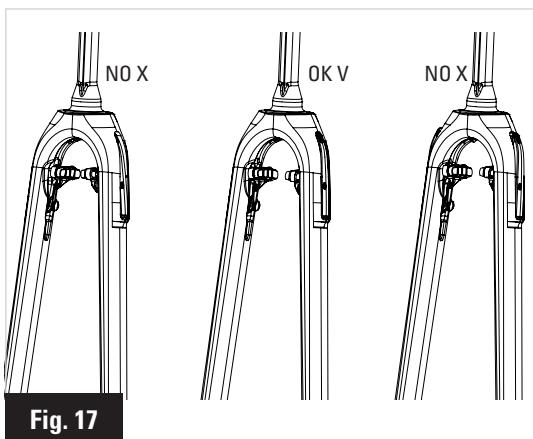

Fig. 17
11- Maintenir le câble à l'aide du serre-câble (2) de façon à ce que les deux leviers externes (4) équipées de leurs capots (1) soient dans la continuité de la fourche (Fig. 17).